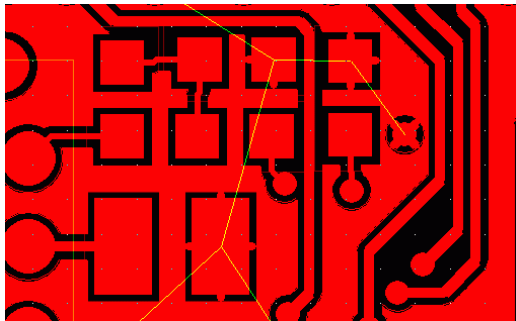

рис. 4-19
**Use Pours for Connectivity.** Несмотря на то, что выводы компонентов имеют соединение через Copper Pour, они будут указаны как неподключённые. Вы увидите ratsnests на экране (рис. 4-19).